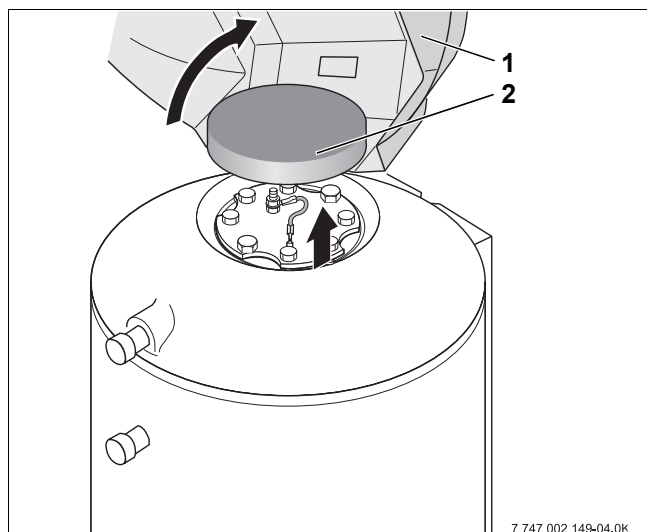

Рис. 13 Снять крышку бака
- Снять крышку бака (рис. 13, поз. 1). Для этого отсоединить 4 боковые болта.
- Снять теплоизоляционный элемент (рис. 13, поз. 2) с крышки люка.